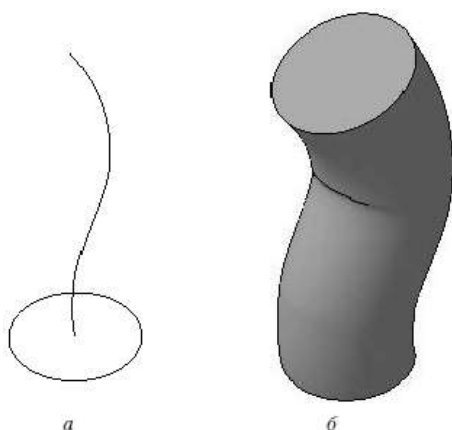

Рис. 3.7. Кинематическая операция: эскиз и траектория операции (а), трехмерный элемент (б)
• **Кинематическая операция.** Поверхность элемента формируется в результате перемещения эскиза операции вдоль произвольной трехмерной кривой (рис. 3.7). Эскиз должен содержать обязательно замкнутый контур, а траектория перемещения – брать начало в плоскости эскиза. Разумеется, траектория должна не иметь разрывов.